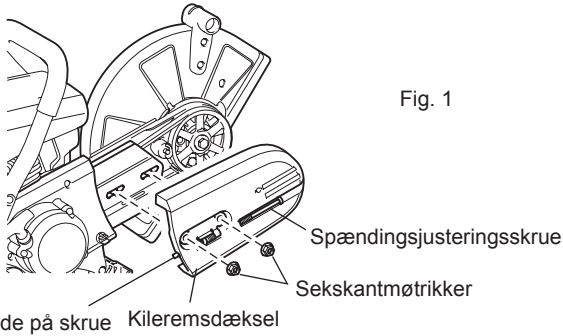

Fig. 1
- (1) Løsn spændemøtrikken og drej spændingsjusteringsskruen til venstre indtil skruens ende er synlig. (Fig. 1)
- (2) Skru spændemøtrikkerne af og fjern kileremsdækslet. (Fig. 1)